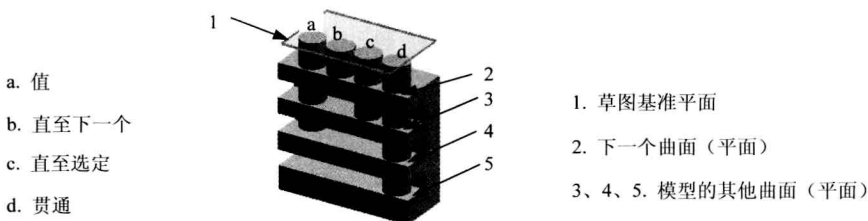

图 3.4.12 拉伸深度选项示意图
- 图 3.4.12 显示了应用不同拉伸控制方式, 凸台特征的有效深度。